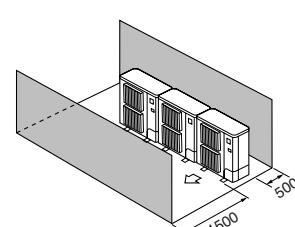

Fig. 2-11
④ Εμπόδια στην μπροστινή και την πίσω πλευρά μόνο (Fig. 2-11)